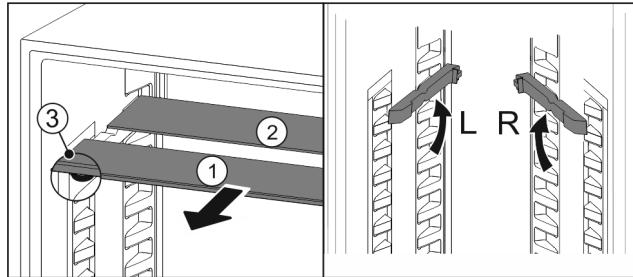

Fig. 90
- Издърпайте Fig. 90 (1) поотделно стъклените площи напред.
- Стъклената плоча Fig. 90 (1) с декоративната лайстна е отпред.
- Ограничителите Fig. 90 (3) сочат надолу.